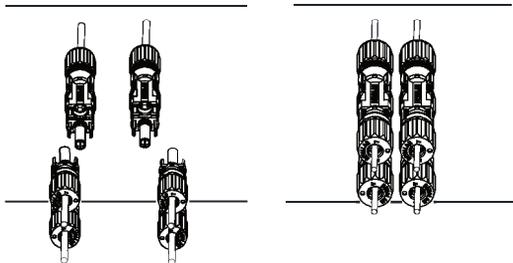

Bild 3.6 DC-Eingangsanschluss
d) Schließlich stecken Sie den DC-Stecker in den positiven und negativen Eingang des Wechselrichters, wie auf Bild 3.6 gezeigt.